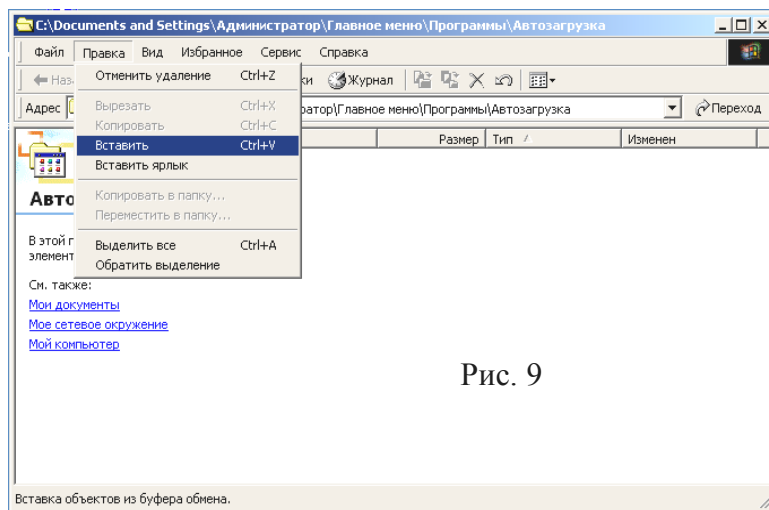

Рис. 9
4) На меню «ПУСК / ПРОГРАММЫ / АВТОЗАПУСК» дважды нажать левой кнопкой мыши и в открывшемся окне выбрать пункт меню «ПРАВКА / ВСТАВИТЬ» (рис. 9)